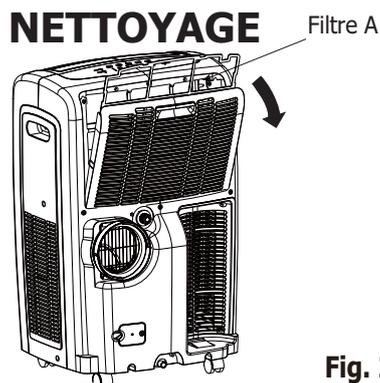

Fig. 25
- Cette unité a trois filtres, ce sont les filtres A, B et C. Saisissez la patte du panneau supérieur et retirez le filtre A derrière la grille du panneau arrière (Fig.25). Déplacez le filtre inférieur B et C en desserrant les vis. Démontez la grille de l'entrée d'air, ensuite déplacez le filtre à air comme c'est indiqué sur les Fig.26 & 27.